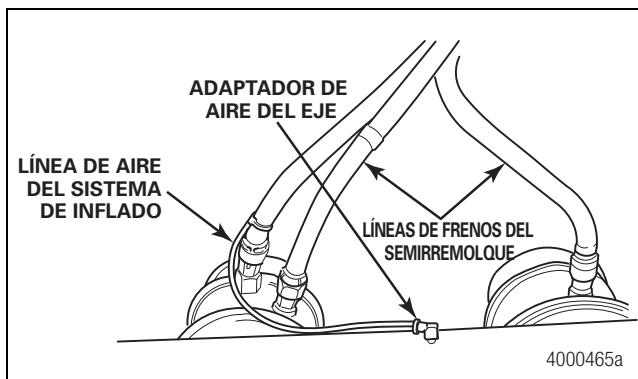

Figura 2.65
- Encamine las líneas de aire desde la T hasta los acopladores de aire del eje. Deje las líneas lo suficientemente flojas como para permitir el movimiento de suspensión. Guíese por el huelgo en las líneas de frenos existentes en el semirremolque. Figura 2.65. Apriete a mano el adaptador de compresión de la línea de aire. Después apriete con una llave de 9/16 de pulgada aproximadamente una vuelta adicional para lograr un cierre hermético.